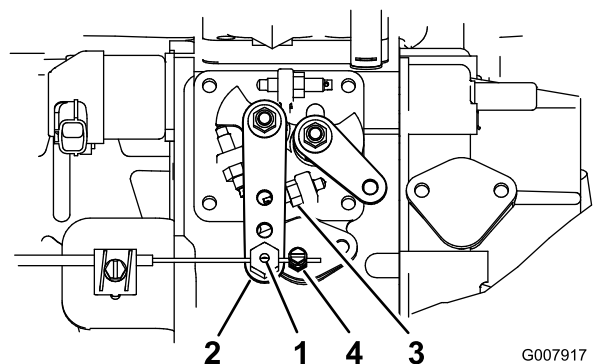

図 63
3. インジェクションポンプレバーのアームをハイアイドルストップに当てる（図 63）。
2. 燃料噴射ポンプのレバーの隣にあるスロットルケーブルのコネクタをゆるめる（図 63）。